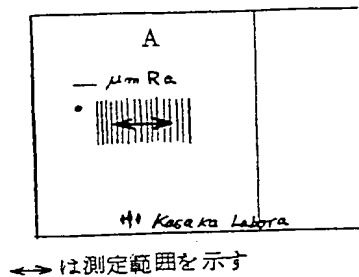

図22 AVE GAIN 校正時
つぎに図 22 に示された部分の中心線平均粗さ R_a をカットオフ 0.8 mm を用いて測定し、その値が校正用標準片の A 面の表示値（ _____ $\mu m R_a$ ）と一致するように増巾指示装置の AVE GAIN ボリウムで調整します。
③ 検出器PU-DJ2触針の摩耗の検定
①項の校正を行ったうえ、校正用標準片のB面を図20のように黒印側より断面曲線で記録測定し、記録図形の左から第5番目の溝の深さがB面の表示値（... $\mu\text{m Rmax}$ ）とほぼ一致していることを確認したうえ、つぎに図22のような部分のB面の中心線平均粗さ Ra をカットオフ値0.8 mm で測定してその値がB面の表示値（... $\mu\text{m Ra}$ ）と比較し10%程度以上あるときは触針の摩耗が大きくなっているため触針を交換する必要があります。